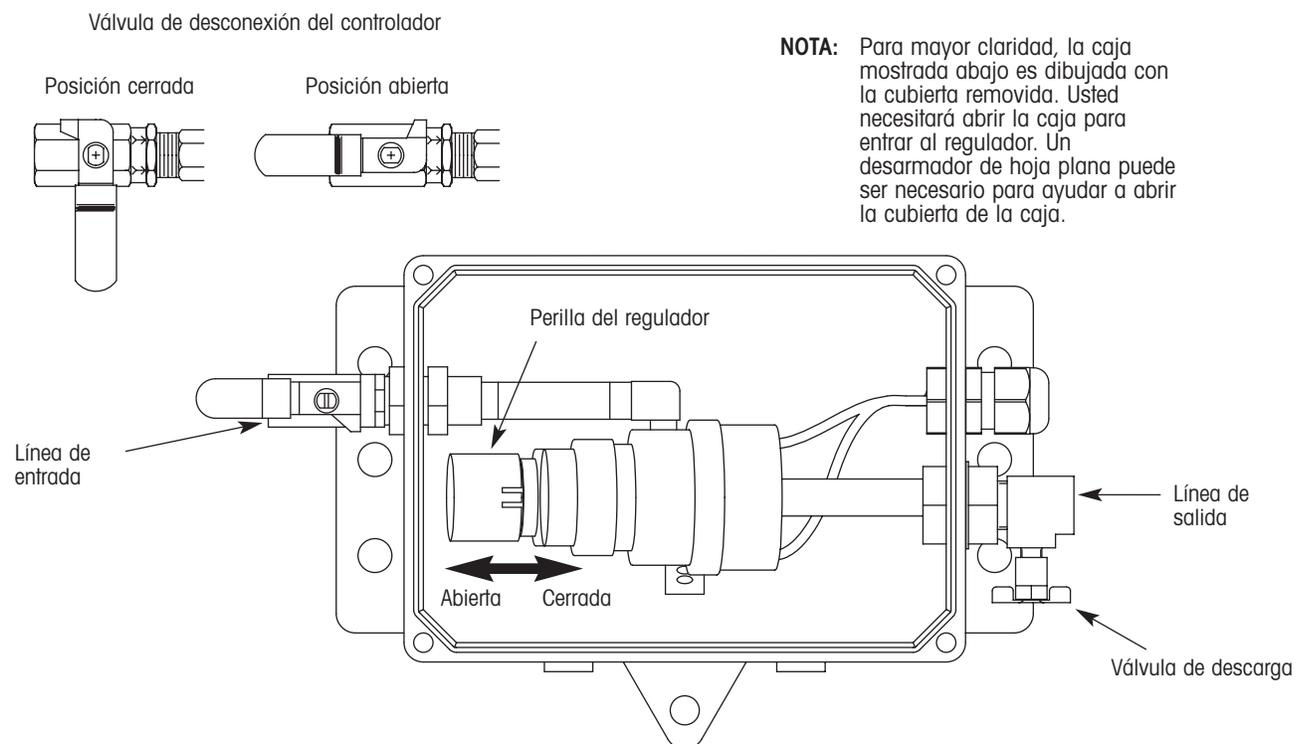

Figura 35. Programación de presión objetivo usando el UCPI
2. Asegúrese que la válvula de desconexión del TIREMAAX CP este en la posición abierta (figura 35).
2. Cierre la válvula de desconexión del controlador en la línea de entrada (figura 35).
La presión de salida es regulada girando la perilla del regulador a favor de las manecillas del reloj o en contra de las manecillas del reloj (como se ve desde el extremo de la perilla). Antes de que la perilla gire, esta debe ser desbloqueada. Para desbloquear la perilla del regulador, estírela hacia afuera del cuerpo del regulador (figura 35). Un click será escuchado.
9. Cierre la válvula de desconexión del controlador en la línea de entrada (figura 35).
14. Bloquee la perilla del regulador empujándola hacia el cuerpo del regulador (figura 35). Un click será escuchado.